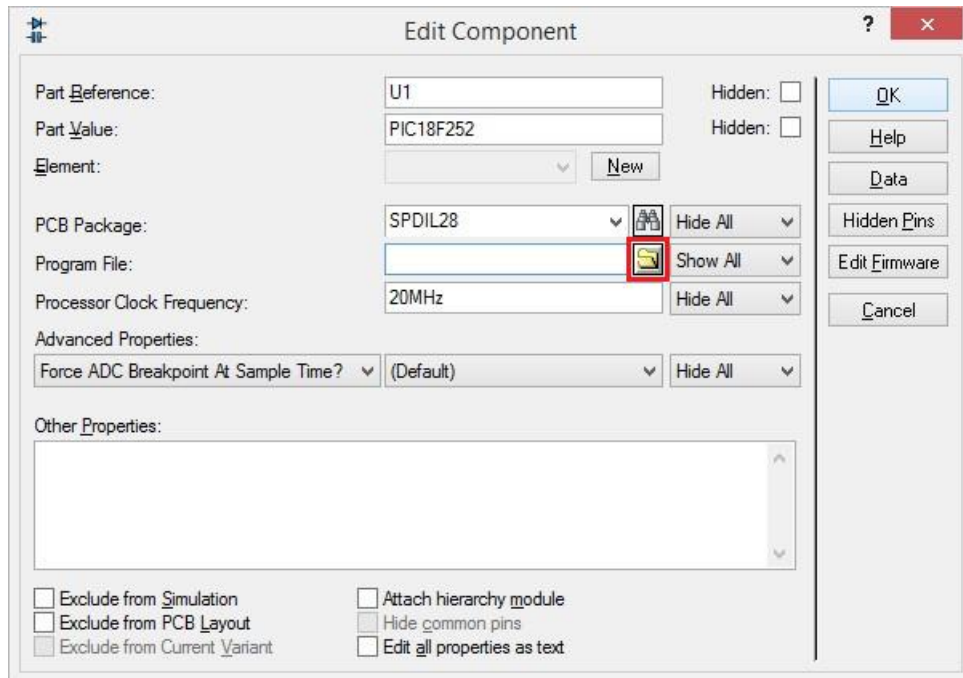

Рисунок 2.40 – Відкриття бінарного файлу з розширенням ***.HEX** або ***.COF** у середовищі моделювання «**Proteus**»
8. У вікні **Edit Component** > **Program File** натиснути кнопку  (рис. 2.40).